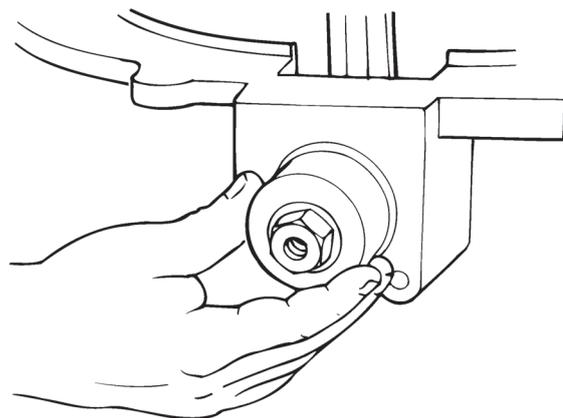

Figura 6.20
8. Gire o conjunto do cilindro de acionamento e pistão para a direita até atingirem o fundo do alojamento na caixa do diferencial. Figura 6.20.